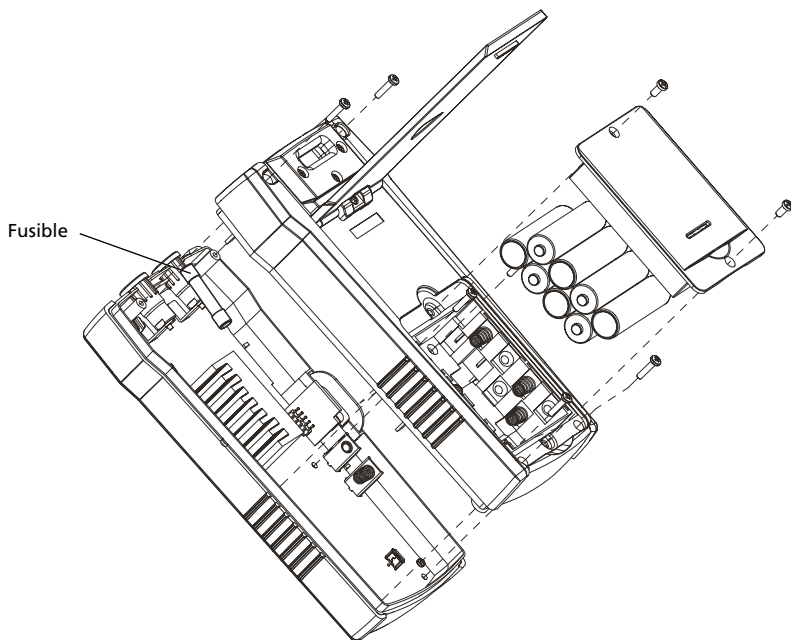

Figura 5.3: Reemplazo del fusible del Transmisor
6. Retire la cubierta posterior tirando hacia arriba como se muestra en la Figura 5.3.